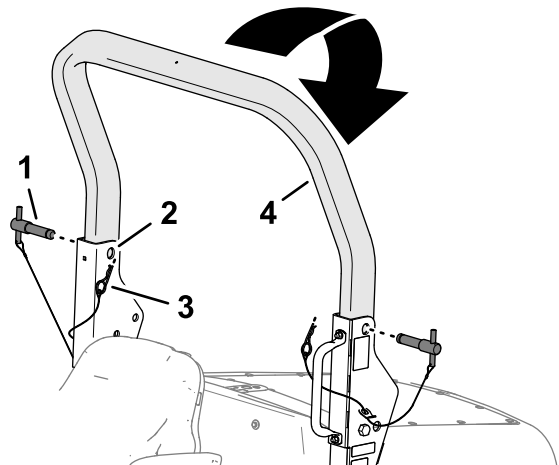

Bild 29
2. Entfernen Sie die Splinte aus den Überrollbügelstiften in den Schwenkhalterungen des unteren Überrollbügelrahmens (Bild 29).
- Halten Sie das Gewicht des oberen Überrollbügels und entfernen Sie die Überrollbügelstifte aus den Schwenkhalterungen (Bild 29).